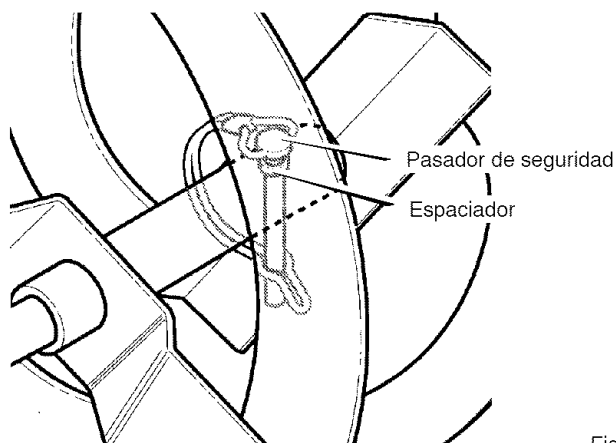

Figura 90
3. Alinee el agujero de la barrena con el agujero del eje de la barrena. Instale el nuevo **pasador de seguridad y espaciador**. Figura 90.